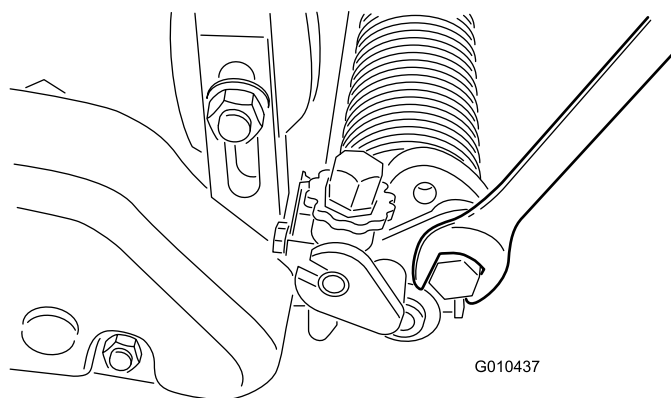

Bild 23
- Lösen Sie die Schrauben am rechten und linken Groomerarm (Bild 23).